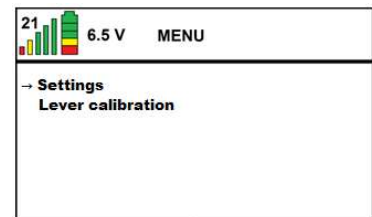

Abbildung 15
- Schalten Sie die Fernbedienung ein, und rufen Sie das Menü der Fernbedienung auf, indem Sie die Taste (✓) drücken (siehe *Abbildung 15*).